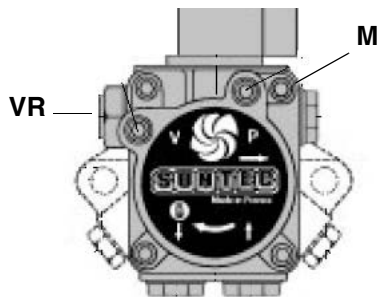

Рис. 20
- 3 выпустить воздух со штуцера (**M**) манометра насоса (Рис. 20), расслабив слегка заглушку, но не снимая ее; затем отпустить контактор;